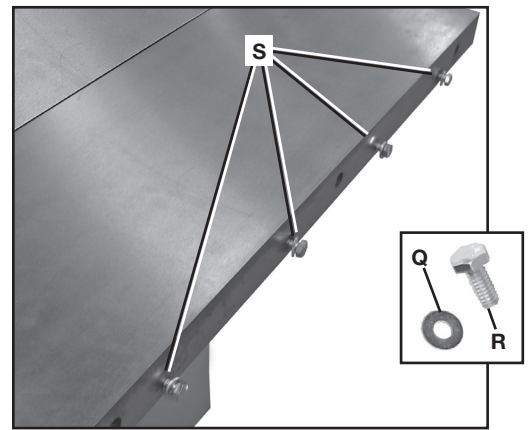
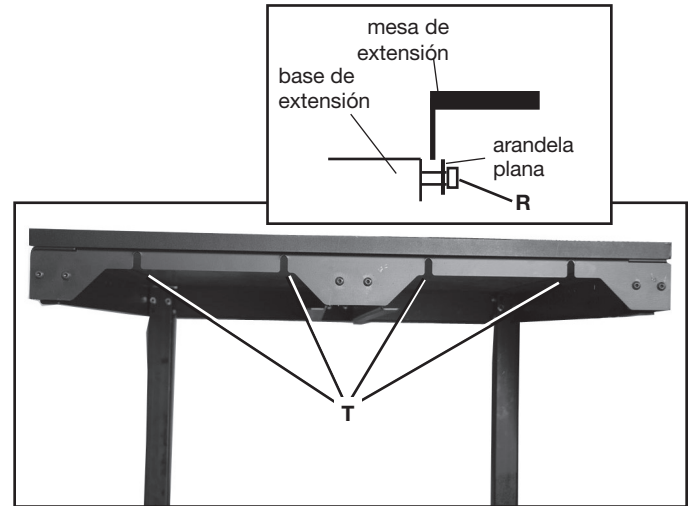
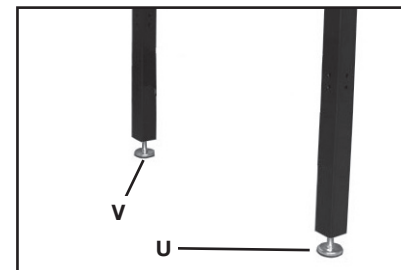

FIG. 8
FIG. 9
FIG. 10
1. Coloque arandelas planas de 5/16 pulgada (Q), Fig. 8, en los tornillos de cabeza hexagonal de 5/16-18 (R) y déle unas vueltas para enroscarlos en los orificios (S) de la base de extensión derecha.
2. Sostenga la mesa de extensión y alinee las cuatro ranuras (T), Fig. 9, de la mesa de extensión con estos cuatro tornillos (R), Fig. 8.
NOTA: Asegúrese de que las arandelas planas estén contra las cabezas de los tornillos (R), Fig. 9 (recuadro).
3. Con las patas niveladoras (U y V), Fig. 10, asegúrese de que la mesa de extensión esté nivelada y en el mismo plano que la base de extensión derecha Unisaw y ajuste los cuatro tornillos (R), Fig. 8, que están debajo de la mesa de extensión.